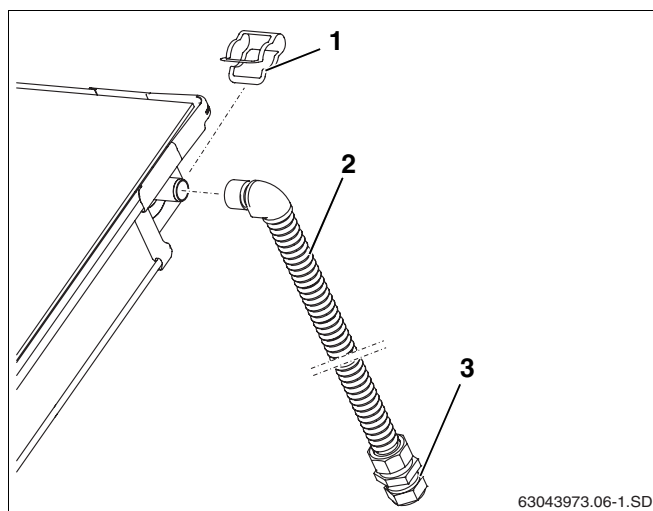

Fig. 34 Montaje de la tubería de impulsión (sin purgador en el tejado)
- ▶ Coloque el tubo de conexión (1.000 mm, fig. 34, **pos. 2**) en la conexión de impulsión del campo de colectores y fíjelo con una abrazadera (fig. 34, **pos. 1**).
- ▶ Conecte el tubo colector a la rosca de conexión (fig. 34, **pos. 3**).